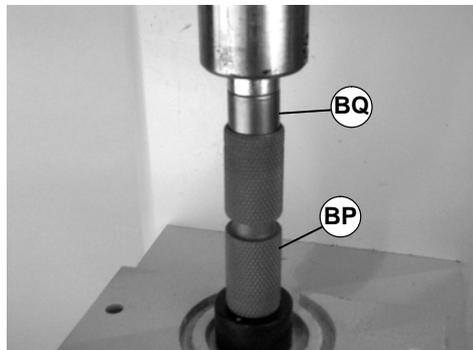

Abbildung 53
4. Das Lager (BQ siehe Abbildung 53) in die Antriebsrolle drücken (BP), bis es festsetzt.